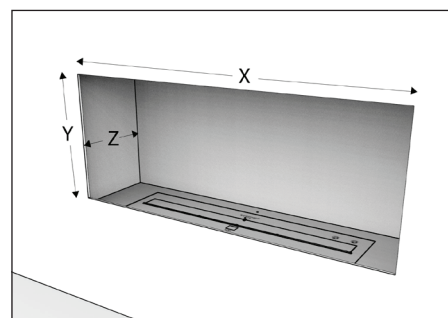

Fig.1
A. DIMENSIONES DE LA CAJA DE COMBUSTIÓN PARA UNA INSTALACIÓN “EN UNA CHIMENEA O PARRILLA” (Fig.1)